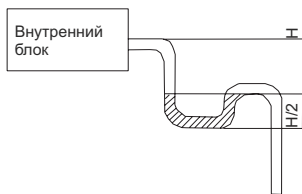

Рис. 4.22
- (4). Если дренажный шланг располагается под недостаточный уклоном, используйте нисходящую трубу (устанавливаемую на месте).
- (5). При большом расходе воздуха внутреннего блока может возникнуть отрицательное давление, что приводит к обратному всасыванию со стороны блока. Поэтому рекомендуется установить U-образные сифоны на дренажном трубопроводе каждого внутреннего блока (Рис. 4.22).
- (6). Внутренние блоки должны быть оснащены сифонами по одному на каждый.
- (7). Монтаж сифонов должен осуществляться с учетом обеспечения легкого доступа для очистки и технического обслуживания в дальнейшем.